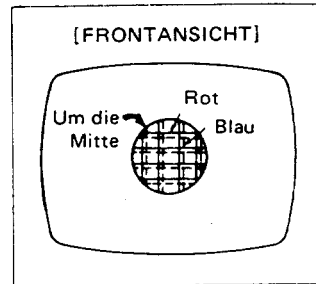

Abb. B-5
3. Drehen Sie das vordere Paar der Zungen (4-Pol-Konvergenzmagnete) als eine Einheit, um die Trennung der roten und blauen Linien in der Mitte des Bildschirms auf das Minimum zu bringen. Durch Änderung des Winkels zwischen den Zungen kann die Konvergenz von rot und blau eingestellt werden. (Abb. B-5)